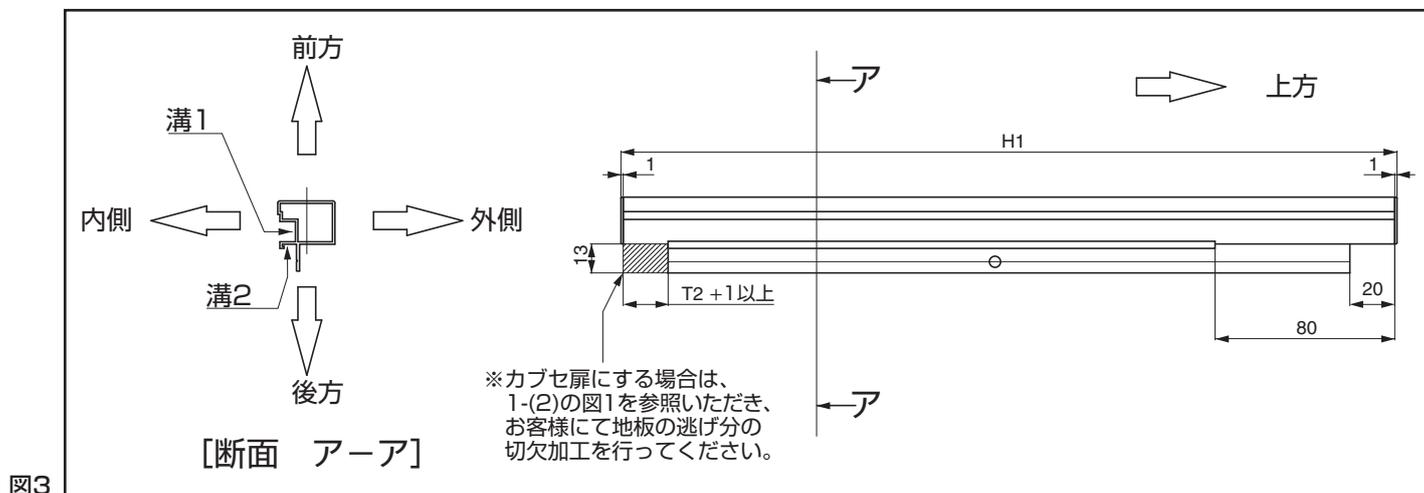
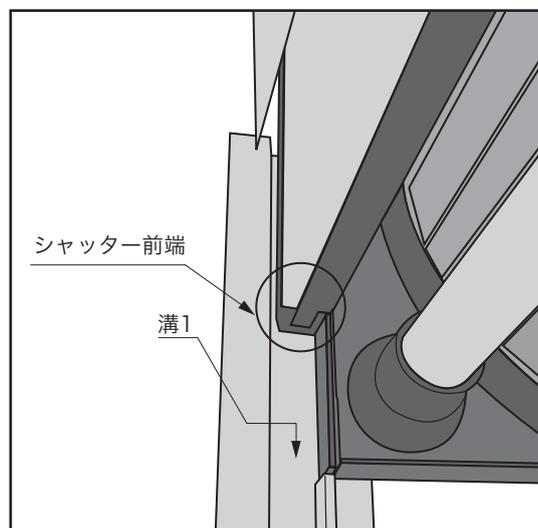

図3
図4-2
ガイドレール各部の名称は、図3によってください。
(2) 引き出したシャッター前端を、ガイドレールの溝1に差し込んでください（図3断面ア-ア及び図4-2）。